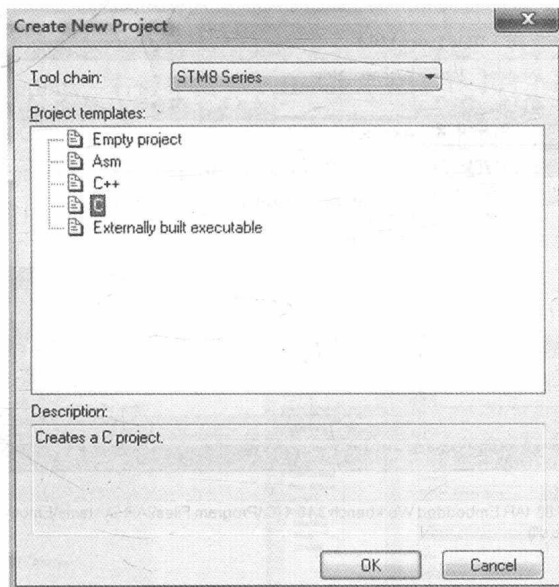

图 1-7 创建新工程对话框
- (3) 再单击 Project 文件下的 Create New Project 子菜单命令, 出现图 1-7 创建新工程对话框。在工程模板 Project templates 中选择第 4 项 C, 创建一个 C 语言项目工程。